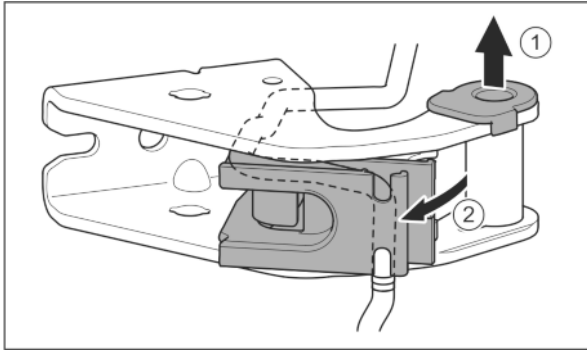

Fig. 29
- ▶ Húzza ki a csapágyperselyt a vezetősínből. Fig. 29 (1)
- ▶ Fordítsa ki a kábeltartót. Fig. 29 (2)